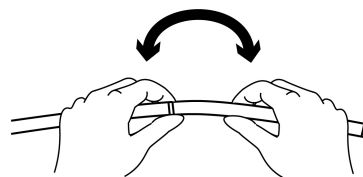

図2
- 5.受動湾曲部の両端を把持し、軽く曲げ、受動湾曲部が滑らかに曲がることを確認すること（図2参照）。